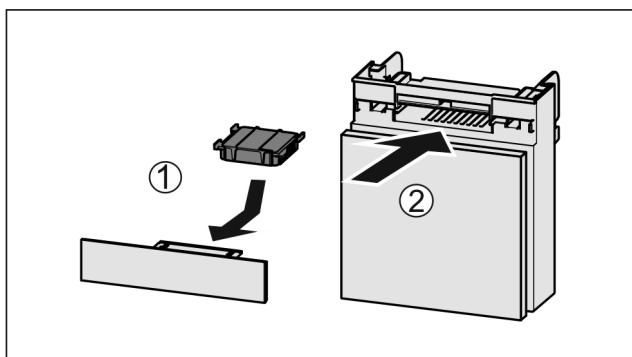

Fig. 154
- Вставити фільтр з активованого вугілля за малюнком Fig. 154 (1).
- Вставити відділення Fig. 154 (2).